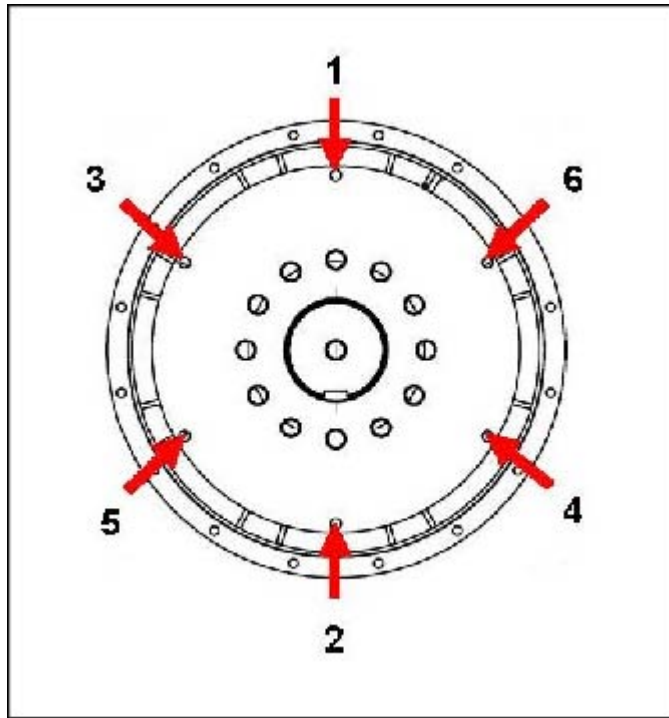

图 25. 飞轮固定顺序
- 按照所示顺序拧紧螺栓以将耦合盘固定到飞轮上 图 25 在第 xx 页 40